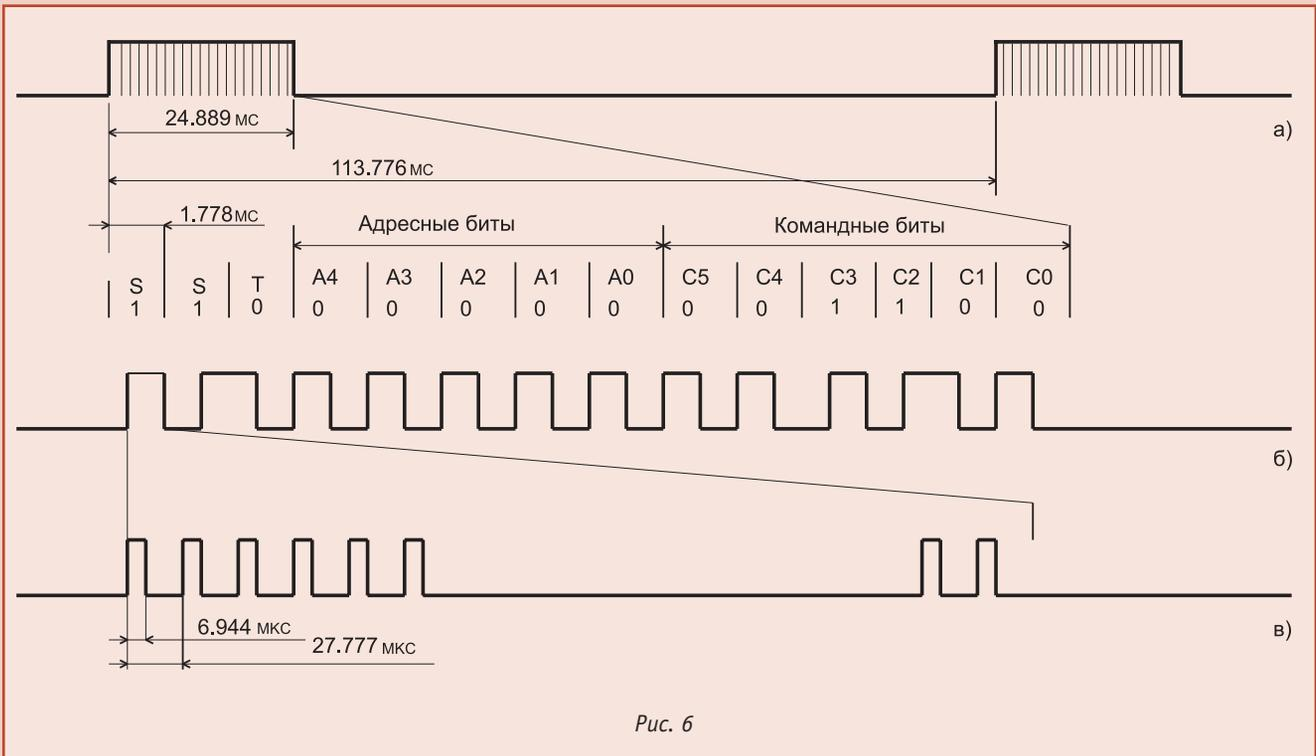

Рис. 6
Рассмотрим с помощью рис. 6
- части, имеющей логический уровень 1 и содержащей 32 положительных импульса (рис. 6, в), следующих с частотой 36 кГц (1/12 частоты кварцевого резонатора 432 кГц);
Нажатие любой кнопки приводит к посылке пакета импульсов команды, число которых зависит от продолжительности нажатия на кнопку (рис. 6, а). Пакет импульсов включает 14 битов (рис. 6, б), значения которых следующие: